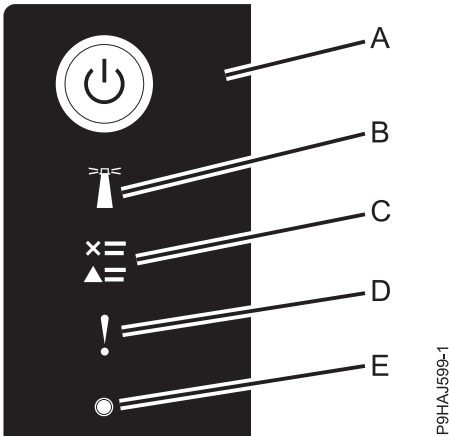

Figura 25. LED de panel de control
3. Pulse el botón de encendido (**A**) en el panel de control, tal como se muestra en la Figura 25 en la página 33.